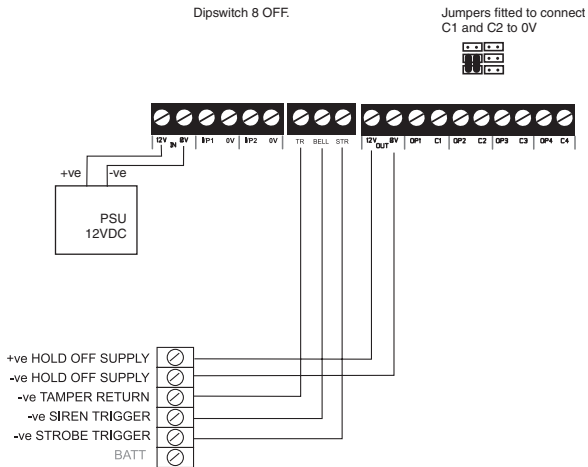

Figure 9.
Il est à noter que la borne "Bell" est câblée de manière interne à la sortie 1, de même que la borne "STB" est reliée à la sortie 2. Placer les cavaliers correspondants comme indiqué à la figure 9 (au verso).
5. Effectuer le câblage des entrées/sorties suivant les besoins (se reporter au § "Raccordements" pour se guider). **La figure 9 donne un exemple de connexion avec une sirène SAB typique.**